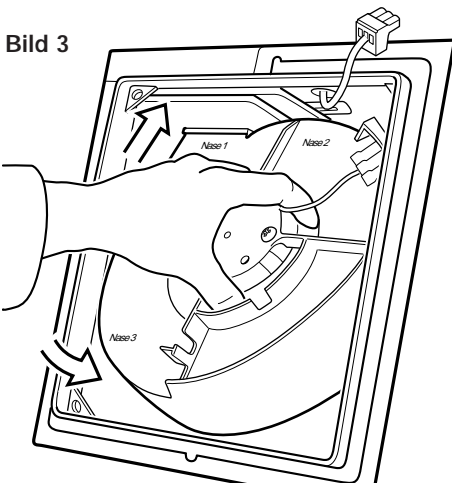

Bild 3
- Lüftermotor auf dem Unterteil im Gehäuse so ansetzen, daß zuerst die Nasen 1 und 2 hörbar einrasten (Bild 3).